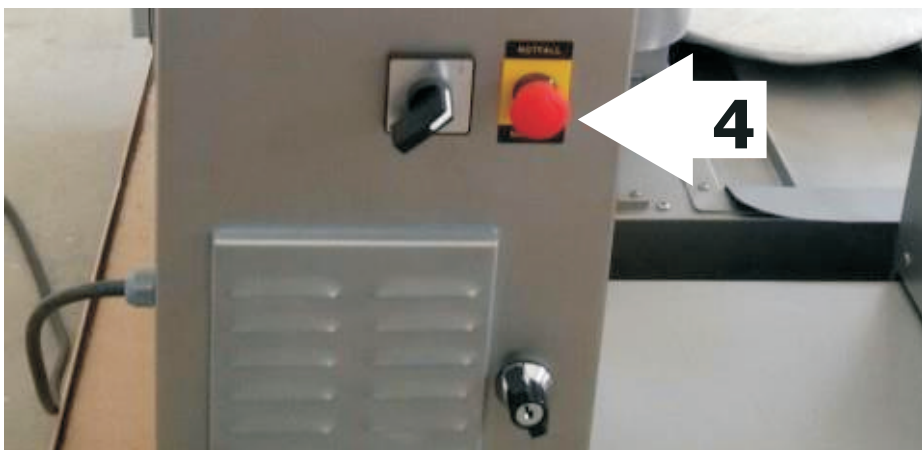

Abbildung 3: Nothalttaste des Dönerschneiderroboters
| Abbildung 3: Nothalttaste des Dönerschneideroboters | 8 |
- Bei Position 1 des EIN-AUS Schalters wie in Abbildung 3 zu sehen ist, wird der Ventilator im Schaltkasten aktiviert. Für das Ausschalten des Gerätes sollte die Nothalttaste, die in Abbildung 3 zu sehen ist, in Pfeilrichtung gedreht werden. Wenn diese Taste (4) gedrückt ist, kann das Gerät nicht eingeschaltet werden. Für die Inbetriebnahme des Dönerschneiderroboters müssen die Tasten 3 und 4 betätigt werden.